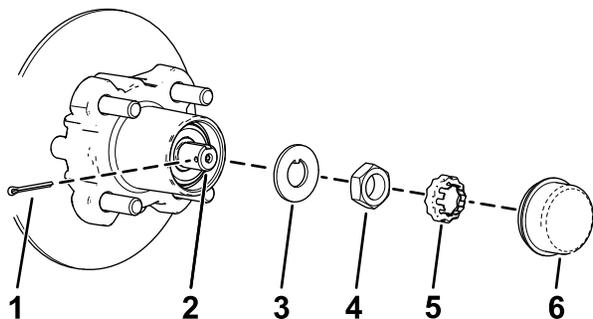
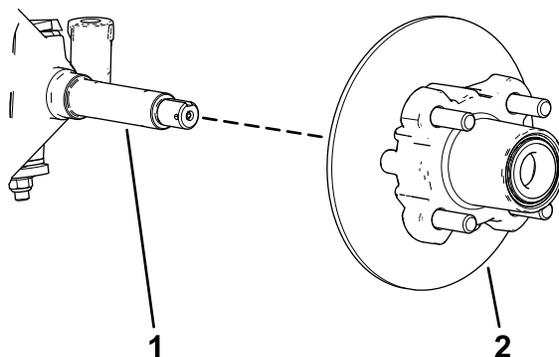

Figura 37
Figura 38
4. Retire el tapón guardapolvo del cubo (Figura 37).
5. Retire la chaveta y el retén del eje/tuerca del eje (Figura 37).
6. Retire la tuerca del eje, y separe el conjunto de cubo y rotor del eje (Figura 37 y Figura 38).